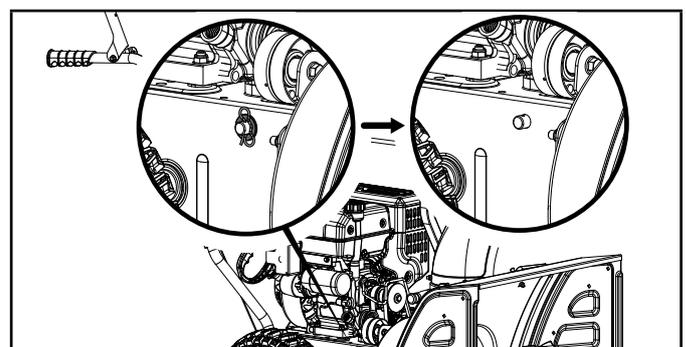
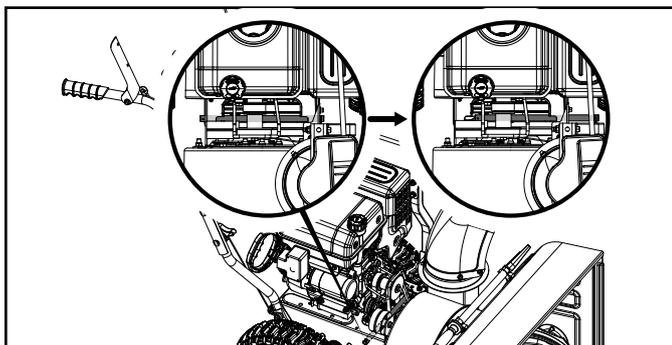

Figure 28A
Figure 28B
2. Retirez la goupille de blocage et la rondelle (figure 28A), tirez sur la tige de support de l'autre côté de la souffleuse à neige. (figure 28B)